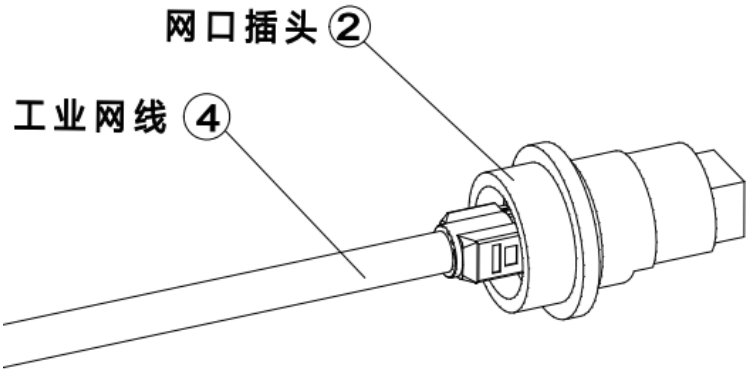

图 12-7 EtherCat 柜外接线示意图
步骤4. 将④工业网线一端接在②网口插头上，另一端接在用户自己的应用模块上（参考图 12-7）。